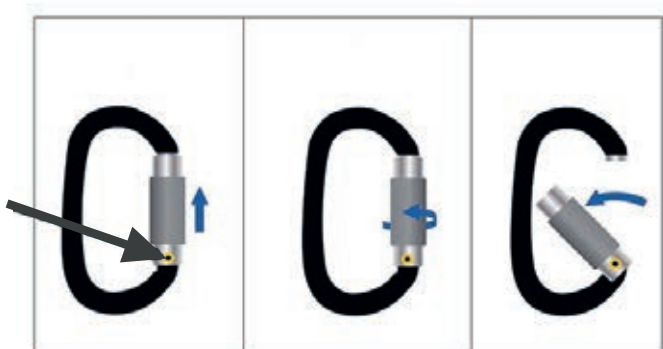

Fig. 3
3. Pour ouvrir le mousqueton à triple action, procéder comme illustré à gauche. Voir fig. 3.